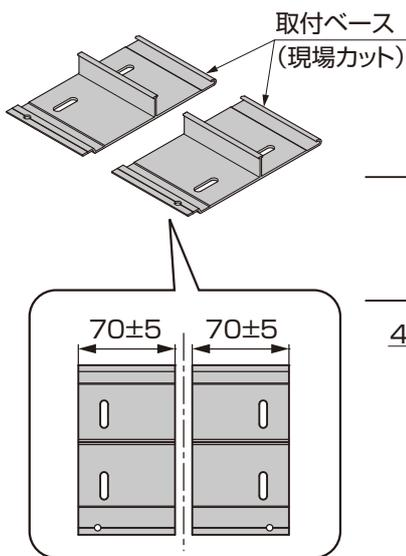

図8-2
- ① 90°コーナーA,B端部に、コーナー固定金具取付用の穴φ3.5(※1)をあけてください。
- ② 90°コーナーA,B端部にストレートジョイント固定用の穴φ5(※2)をあけてください。
- ③ 90°コーナーA,B、コーナーカバー、コーナー固定金具を【7-1】で固定してください。
- ④ 取付ベースを現場で半分にカットしてください。(図8-2参照)
- 幅が約70mmになるようにカットしてください。(図8-2参照)